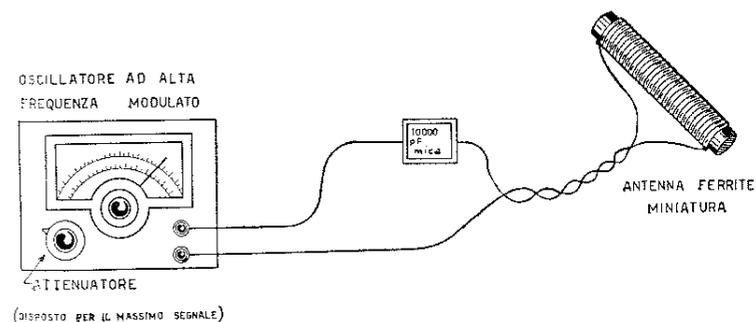

Fig. 23.4 - Come va accoppiato l'oscillatore modulato per l'allineamento di apparecchio a transistor.
7) Se il segnale è ancora presente in uscita, applicare un segnale ad alta frequenza modulato in ampiezza al circuito di antenna, ossia tra i morsetti antenna a terra. Se, come avviene nella maggior parte dei casi, il radiorecettore è provvisto di antenna con nucleo in ferrite, il segnale deve essere introdotto nel circuito d'antenna per mezzo di un accoppiamento induttivo. Ciò va effettuato collegando una antenna miniatura con nucleo in ferrite al generatore e accoppiandola all'antenna del ricevitore in esame, come illustrato in fig. 23.4. In tal caso il generatore ed il ricevitore
La prova dei radiorecettori a transistor con il cercatore di segnali può essere effettuata, in assenza di trasmissione, accoppiando un generatore ad alta frequenza, sintonizzato al circuito d'antenna, come illustrato in fig. 23.4.